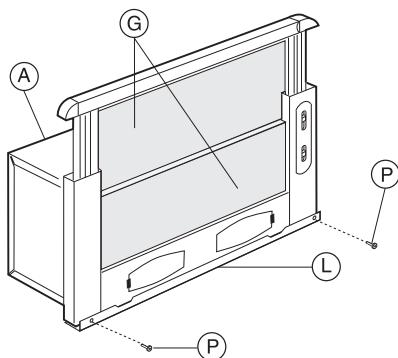

Abb. 2
- Zum korrekten Einbau muß das Frontpaneel der Haube mit der Häingeschranktür bündig gebracht werden, danach den distanzhalter L mit den Schrauben P (Abb.2) regulieren um die hintere Wand des Gerätes an das Montagepaneel anzupassen.